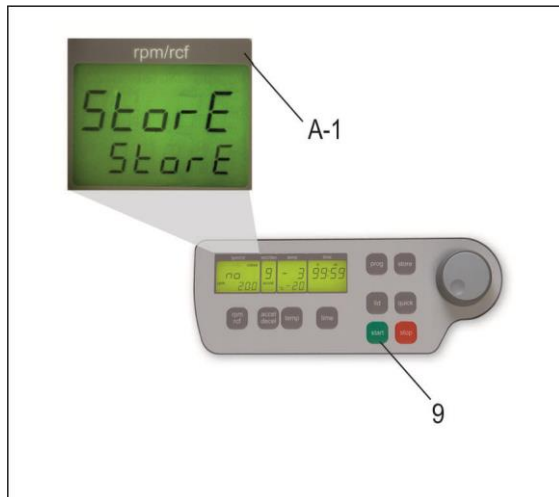

Abbildung 3
- Alle veränderten Einstellungen müssen durch Betätigen der Taste „start“ (9) abgespeichert werden. Zur optischen Bestätigung erscheint im Anzeigenfeld „rpm/rcf“ (A-1) der Schriftzug „store“ – nur dann sind die Vorwahlen wirksam (siehe Abbildung 3)!